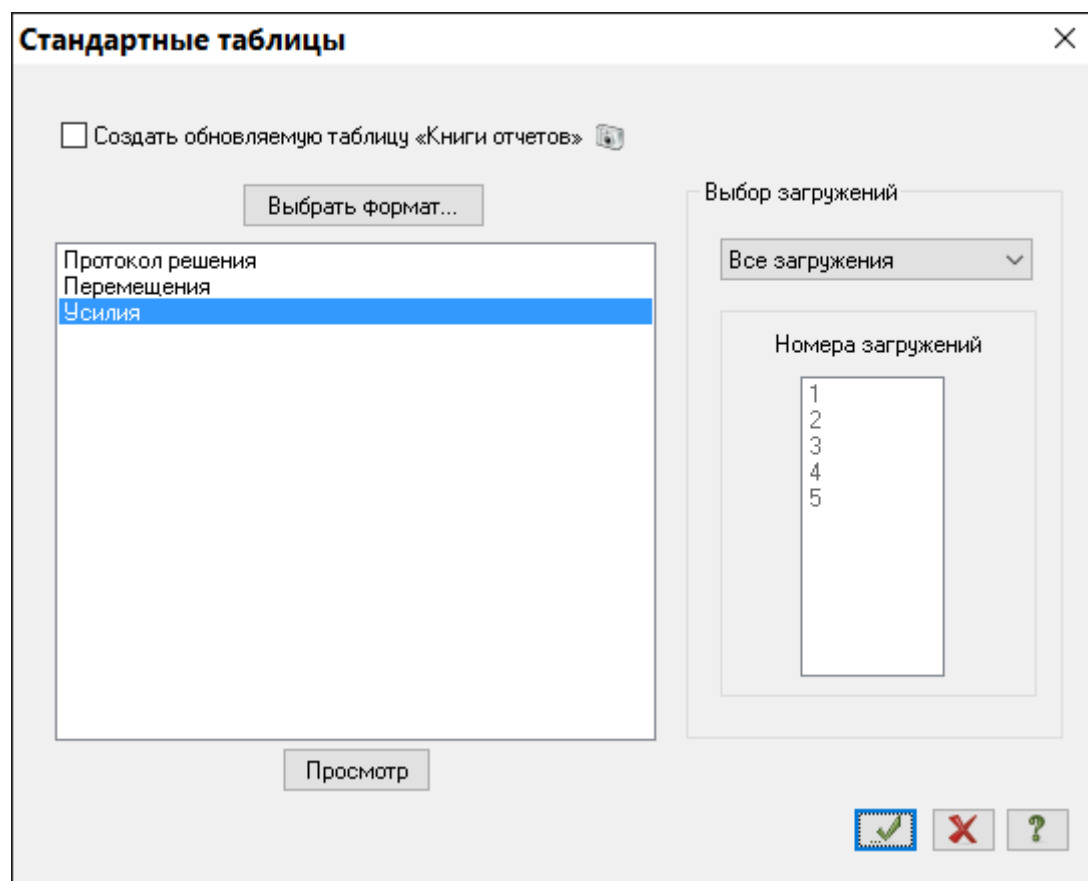

Рис.10.25. Диалоговое окно **Стандартные таблицы**
- После этого в диалоговом окне **Стандартные таблицы** (рис.10.25) выделите строку **Усилия**.